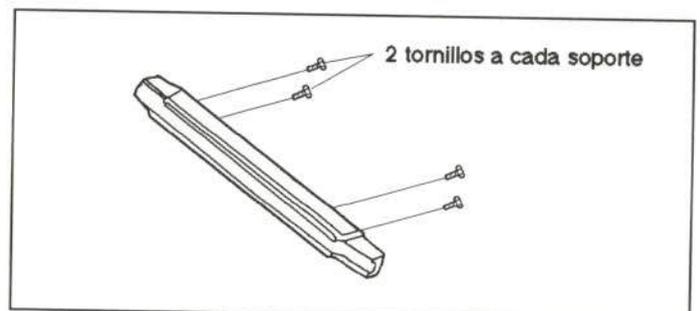

Figura 53.- Unión del paragolpes trasero
El paragolpes trasero va fijado a la carrocería mediante tornillos, tal como se muestra en la figura 53.
- . Paragolpes (figura 53).